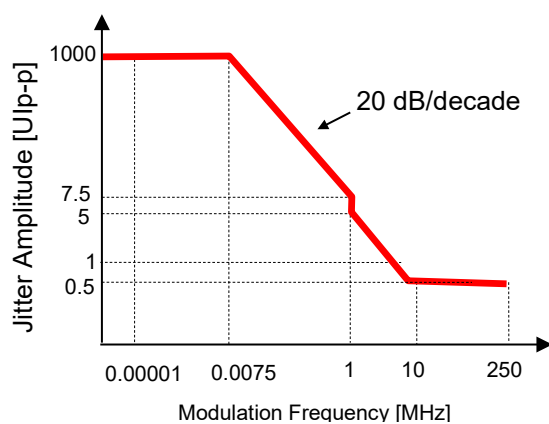

図 3.5-5 ジッタ付加総量 (64G PPG 連動時)
0.007501~1.00000	20 dB/decade (図 3.5-5) + 0.3
1.001000~10.000000	20 dB/decade (図 3.5-5) + 0.3